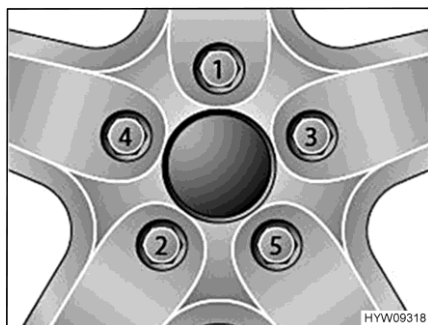

Fig. 78 Serrer en croix les écrous ou les boulons de roue
- Serrer les écrous ou les boulons de roue dans l'ordre indiqué à la Fig. 78. Utiliser pour ce faire une clé dynamométrique et respecter le couple de serrage prescrit (voir paragraphe 14.5).
- Vérifier régulièrement le serrage des écrous ou des boulons de roues. Resserrer tous les écrous ou les boulons de roue 50 km après le changement d'une roue. Respecter l'ordre indiqué à la Fig. 78.
- Si des jantes neuves ou repeintes sont utilisées, alors resserrer les écrous ou les boulons de roue une fois de plus après env. 1000 à 5000 km. Respecter l'ordre indiqué à la Fig. 78.